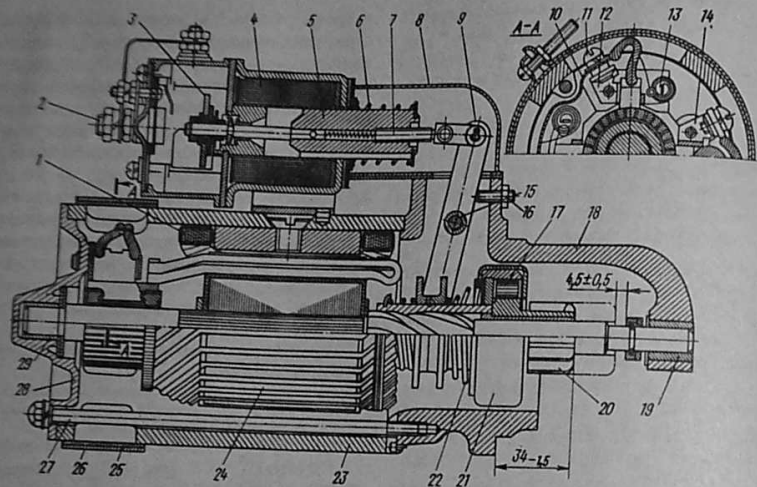

Рис. 153. Стартер СТ117-А:
Стартер СТ117-А (рис. 153) представляет собой электродвигатель постоянного тока смешанного возбуждения, оборудованный устройством для соединения и разъединения шестерни якоря стартера с зубчатым венцом маховика коленчатого вала двигателя. Включение стартера осуществляется электромагнитным тяговым реле типа РС14, расположенным на его корпусе. Возможные неисправности стартера приведены в табл. 40.
1. В выключенном положении стартера проверить размер 34,1,5 мм (см. рис. 153). Регулировка этого размера в случае необходимости производится упорным винтом 16 рычага 9.
1. Ослабить стяжной винт и снять защитную ленту 26 (см. рис. 153).